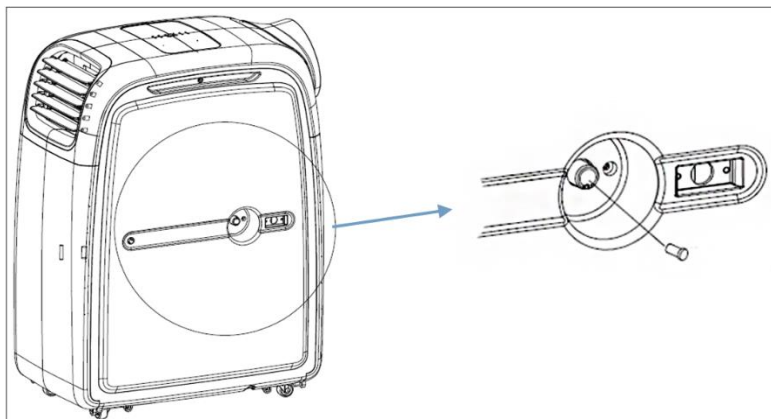

Fig. 3
- Se o depósito de água estiver cheio, no visor LED são exibidos os códigos "E2" no modo Desumidificar e Refrigerar, e o código "E4" no modo Aquecer. O compressor deixa de funcionar. Remova a tampa da abertura de drenagem e deixe escoar a água através de um tubo de drenagem (ver Fig. 3). De seguida, volte a colocar a tampa. O respetivo código desaparece do visor LED e o aparelho prossegue com a colocação em funcionamento.